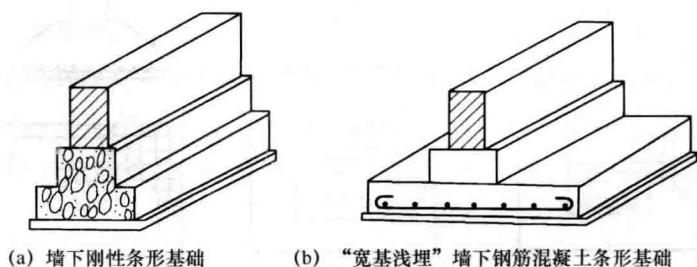

图 1-12 墙下刚性条形基础图
实例一 墙下条形基础图 (图 1-12 至图 1-14)
(1) 墙下条形基础有刚性条形基础和钢筋混凝土条形基础两种。墙下刚性条形基础在砌体结构中得到广泛应用，如图 1-12 (a) 所示。当上部墙体荷载较大而土质较差时，可考虑采用“宽基浅埋”的墙下钢筋混凝土条形基础，如图 1-12 (b) 所示。